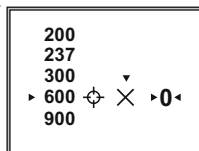

Fig.7
- Cinq distances – c'est la quantité maximale de distances mémorisées pour un tir de réglage (fig.7).
- Afin de supprimer la valeur de distance, sélectionnez l'élément **X** (voir la fig.7). Appuyez sur le bouton de commande pour supprimer. Au cas où vous réaliser un tir de réglage pour la première fois, la première distance sélectionnée devient la distance de référence, désignée par le symbole **0**.